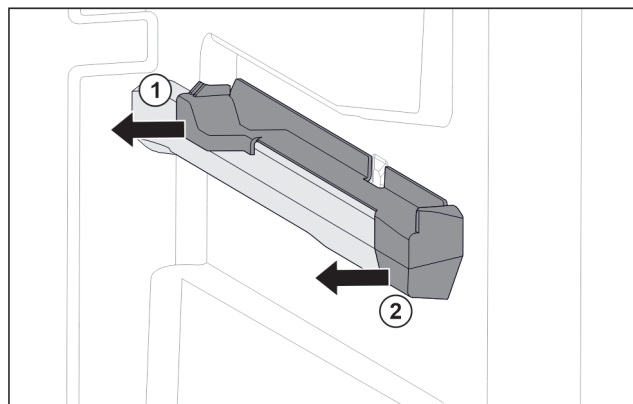

Fig. 102 Вставная часть на правом контейнерном ребре
- Отодвиньте вставную часть сзади в сторону. Fig. 102 (1)
- Отодвиньте вставную часть спереди в сторону. Fig. 102 (2)